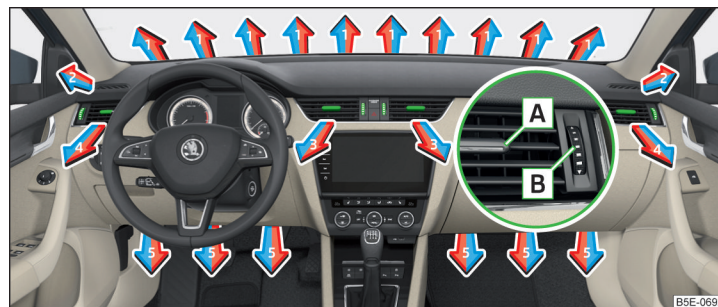
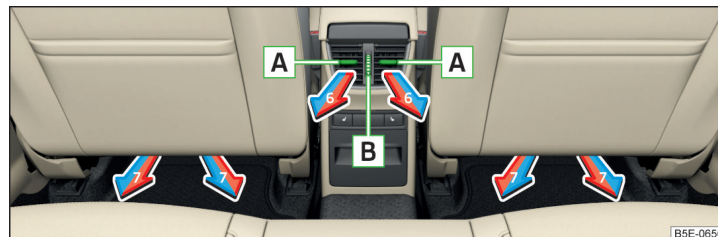

Abb. 155 Luftaustrittsdüsen vorn
Abb. 156 Luftaustrittsdüsen hinten
Bei den Luftaustrittsdüsen **3, 4** » Abb. 155 und **6** » Abb. 156 kann die Luftströmungsrichtung geändert und die Düsen können auch einzeln geöffnet und geschlossen werden.
Die Einstellung der Luftstromrichtung erfolgt durch das Verschieben des Verstellelements **A** » Abb. 155 bzw. » Abb. 156 in gewünschter Richtung.
- › Zum **Öffnen** den Regler **B** » Abb. 155 bzw. » Abb. 156 nach oben drehen.
- › Zum **Schließen** den Regler **B** » Abb. 155 bzw. » Abb. 156 nach unten drehen.
Richtung des Luftaustritts einstellen	Luftaustrittsdüsen » Abb. 155 und » Abb. 156